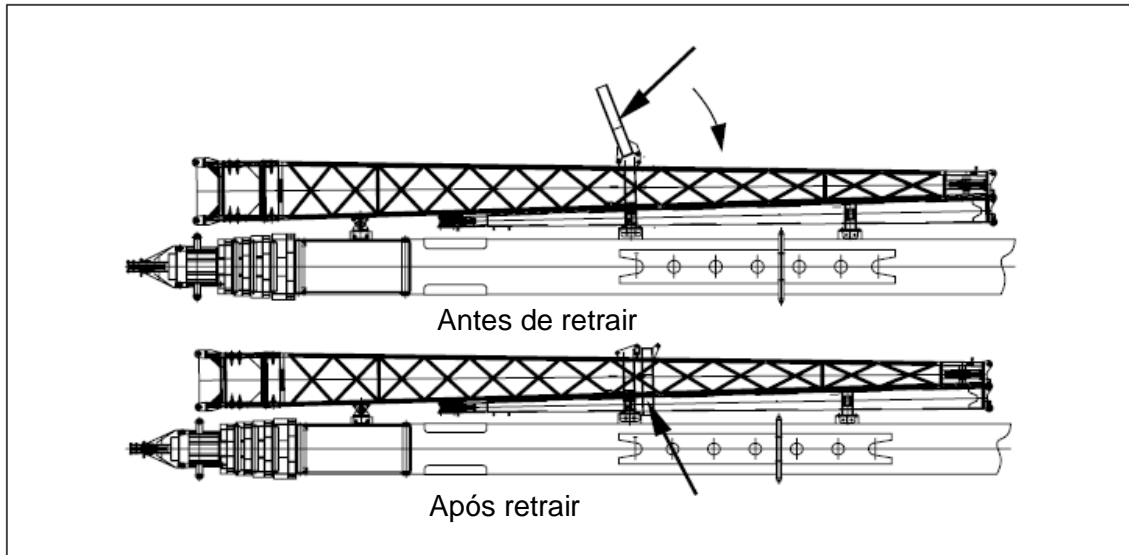

Fig.4-3.54
- 3) Finalmente retraia a placa de dobradura (veja Fig.4-3.54).